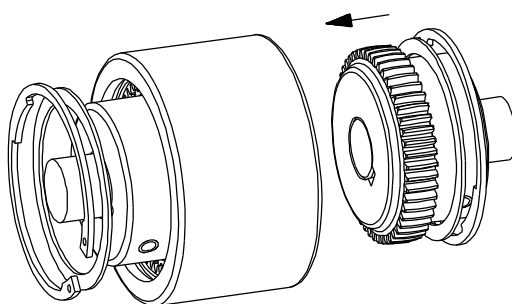

Bild 4.3
- Verschieben Sie die Aggregate mit den Kupplungsnaben in axialer Richtung bis das E-Maß erreicht ist. (siehe Bild 4.3)